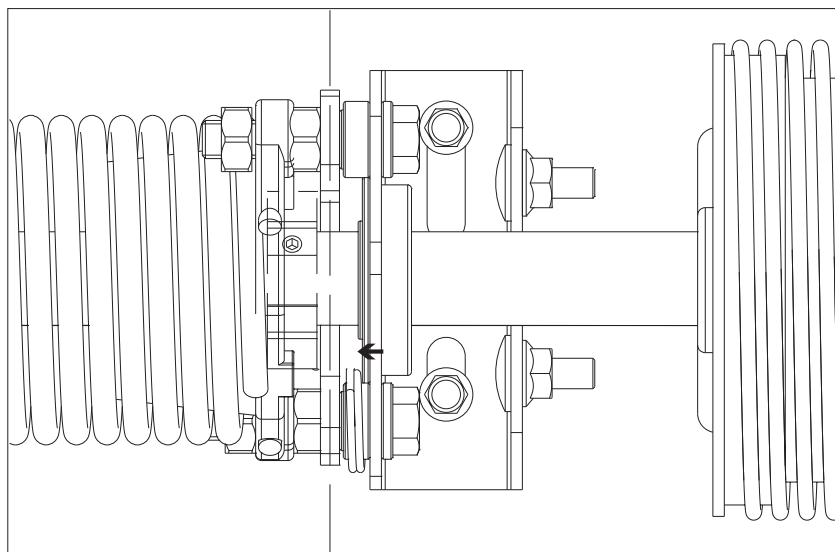

Рис.24.1
- 1) зубчатое колесо храповой муфты установить так, чтобы зуб фиксирующей пластины не входил в паз колеса (колесо сдвинуть в сторону пружины – направление указано стрелкой на рис. 24.1). Этим обеспечивается свободное вращение вала относительно храповой муфты, необходимое для последующей регулировки нажатия тросов;